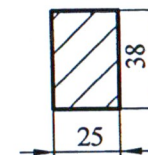

Рис.1
- 4.6 Выполнить отверстия в удобном для водителя месте для установки переключателей управления ЭСП (см. рис.1).